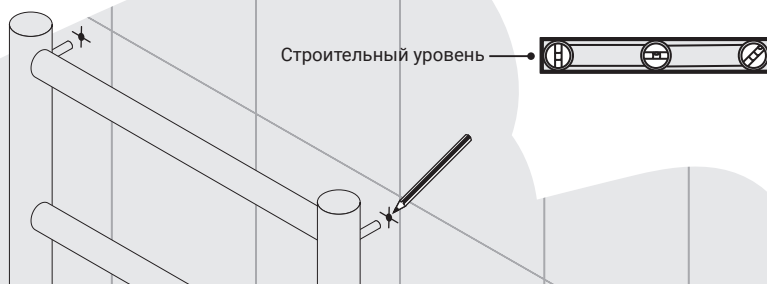

Рис.2
4.1.3. Произвести «примерочный» монтаж полотенцесушителя. Для точной разметки точек крепежа рекомендуется использовать строительный уровень (рис. 2).
4.1.4. Сделать метки на стене (рис. 2).